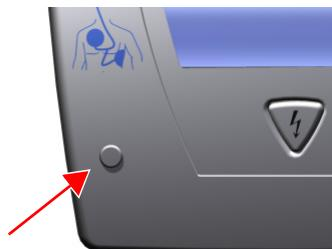

Fig. 3.3 Le voyant de contrôle vert n'est pas allumé
- Si une faible capacité de la pile est détectée lors d'un autotest ou de son insertion dans l'appareil, un signal sonore retentit jusqu'au remplacement de la pile (voir Fig. 3.3 Le voyant de contrôle vert n'est pas allumé).